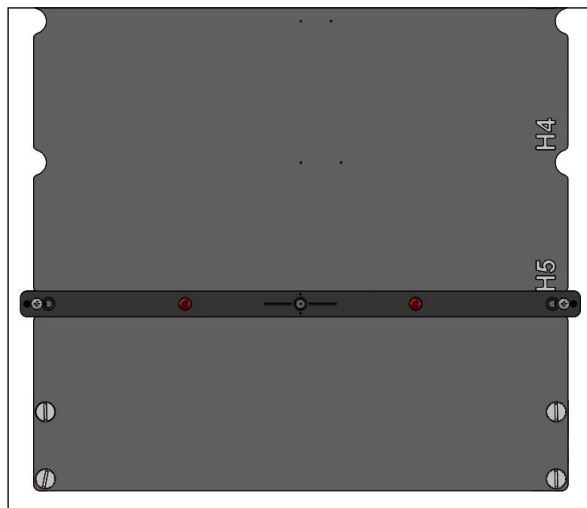

图 41
1. 将插班安装于 kVue CT 覆盖罩上, 然后在 CT 覆盖罩上安装定位杆 (图 41)。